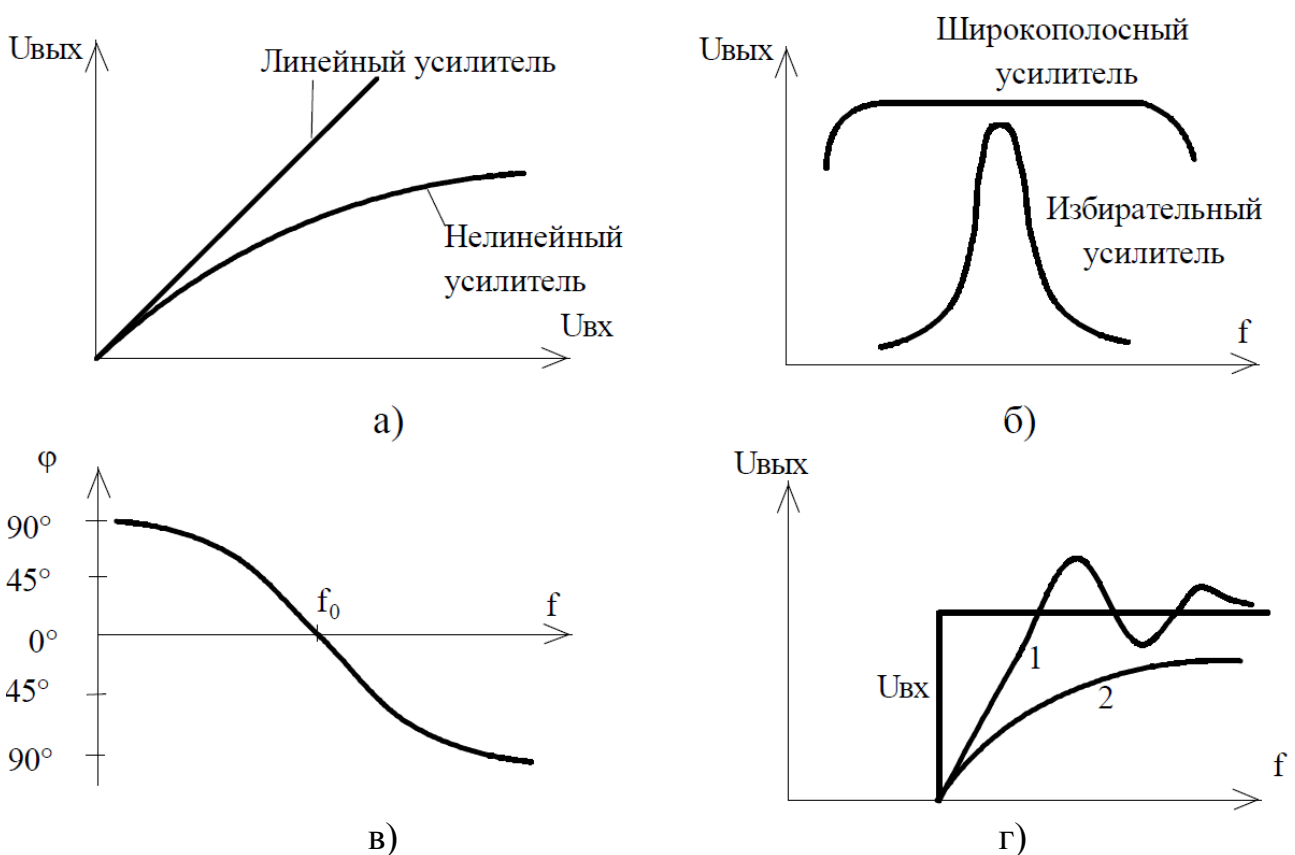

Рис. 1 – Характеристики усилителя: а – амплитудная, б – амплитудно-частотная, в – фазо-частотная, г – переходная
- *амплитудная характеристика*, которая представляет собой зависимость $U_{\text{вых}} = f(U_{\text{вх}})$ (рис.1,а). Позволяет определить динамический диапазон входного сигнала для обеспечения работы с минимальными нелинейными искажениями. Для линейных усилителей это прямая, проходящая через
- амплитудно-частотная характеристика (АЧХ) $U_{\text{ВЫХ}} = f(f)$ (рис.1,б) отражает зависимость амплитуды выходного сигнала от частоты. Реально в усилителях из-за наличия паразитных емкостей и индуктивностей различные частоты усиливаются неодинаково;
- фазо-частотная характеристика $\varphi = f(f)$ (рис.1,в) отражает зависимость угла сдвига фазы, выходного сигнала по отношению к фазе входного сигнала, от частоты сигнала;
- переходная характеристика – отражает реакцию усилителя на единичный скачок входного напряжения (рис.1,г). Процесс изменения выходного сигнала может быть колебательным (кривая 1) либо апериодичным (кривая 2).
Частотные искажения вызваны изменением коэффициента усиления на различных частотах, их причиной являются реактивные элементы (конденсаторы, катушки индуктивности, ёмкость p - n переходов, ёмкость монтажа и т.д.). Частотные искажения можно оценить по АЧХ (рис.1,б). При средних частотах коэффициент усиления практически не зависит от частоты. В области низких частот наблюдается «завал» частотной характеристики, обусловленный сопротивлением разделительных конденсаторов, включенных последовательно во входную и выходную цепи
Фазовые искажения также возникают из-за наличия реактивных элементов. Они обусловлены возникновением различных фазовых сдвигов при усилении сигналов различных частот. Оценивают фазовые искажения по ФЧХ (рис.1,в).
Для оценки диапазона изменения входных напряжений, усиливаемых без искажений, используют амплитудную характеристику (рис.1,а). Из рисунка